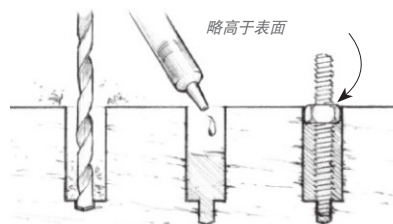

图20 将螺纹杆或螺栓粘合到基板上，作为易于拆卸五金件的替代方案。
3. 浸湿螺栓下端，然后把它压入到环氧树脂填充的孔眼中。必要时进行完成孔眼的最后一道工序或清除多余部分。在连接五金件并拧紧螺母之前，让环氧树脂彻底固化（图20）。